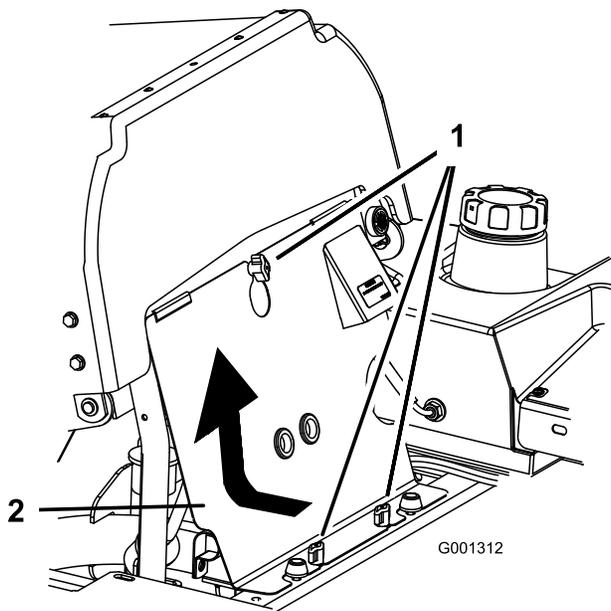

Figura 85
3. Allentate le manopole del pannello anteriore del motore e rimuovete il pannello (Figura 85).